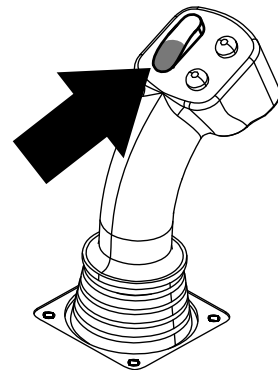
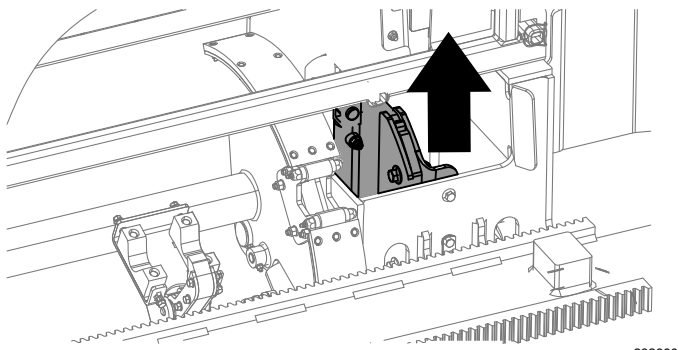

Bild 21
Bild 22
11. Halten Sie den unteren Teil des Kippschalters (Bild 21), bis der Heber das Rohr wieder in den Rohrkasten legt und die Nocke sich zur Ausgangsstellung dreht (Bild 22).